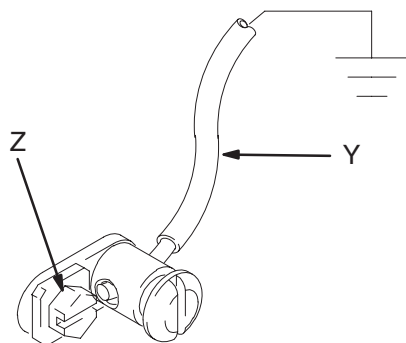

Abb. 1
1. *King-Pumpen:* Erdungsdraht und Klammer verwenden. Siehe Abb. 1. Erdungsschraube (Z) entfernen und durch die Öse des Kabelschuhs am Ende des Erdungskabels (Y) einfügen. Erdungsschraube wieder auf der Pumpe befestigen und sicher anziehen. Das andere Ende des Kabels mit einer guten Erde verbinden. Zu bestellen: Erdungskabel und Klammer, Teile-Nr. 222011.